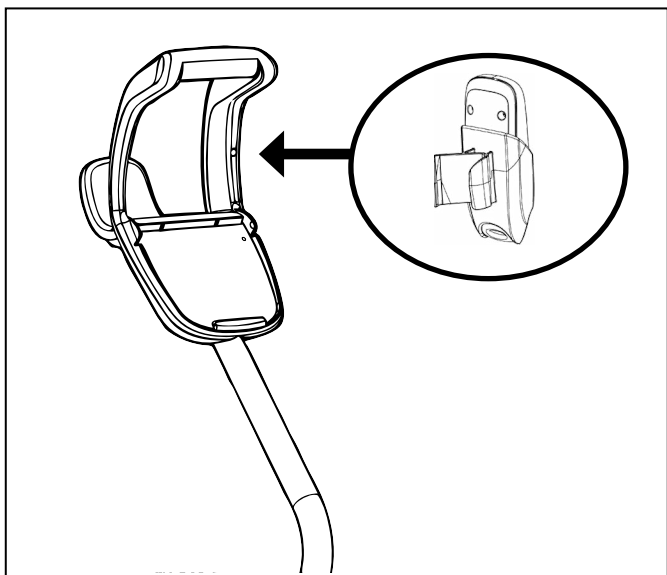

Figure 8. Enclencher le porte-télécommande
- (9550 Sport/P955)** Trouver la goupille située sur le porte-télécommande et l'aligner avec le réceptacle situé sur la poignée du chariot afin d'accrocher la télécommande au chariot (Figure 8).